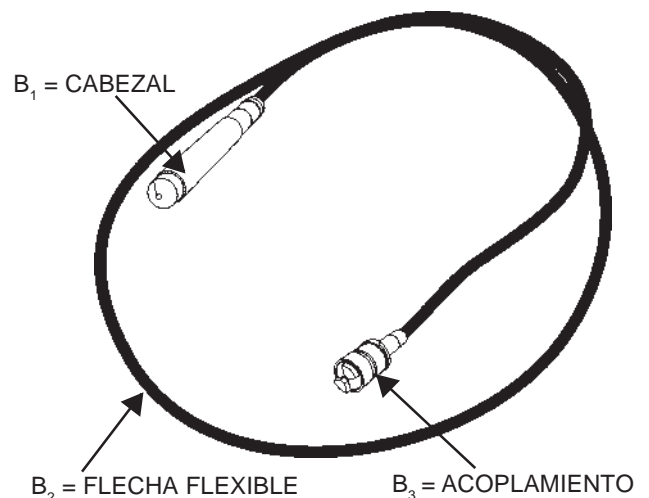

FIGURA 14. CONJUNTO VIBRADOR
- b) Conjunto flexible (figura 14)
**b) Los conjuntos flexibles CIPSA AA** están formados de tres partes principales: (figura 14)